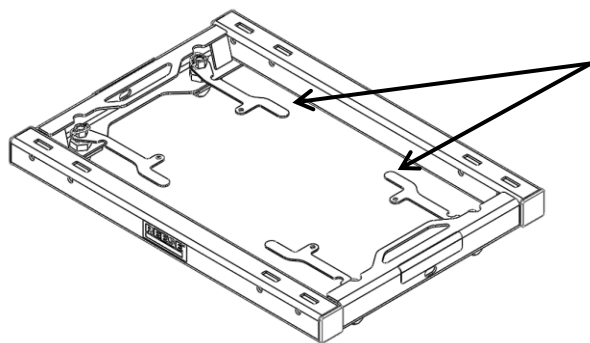

Figura 3a. Manijas de anclaje en posición abierta
2. Coloque el adaptador de montaje REESE sobre los discos y gire las manijas hacia la posición abierta (aproximadamente en paralelo con el tubo de base), (Figura 3a) hasta que el adaptador se acomode en los discos en todas las (4) esquinas.
2. Gire las (4) manijas hacia la posición abierta (paralela al tubo base, Figura 3a). Levante cada lado del adaptador fuera de los discos por separado, es posible que haya que manipular un poco las manijas para alinear los anclajes con los orificios de los discos para retirar.